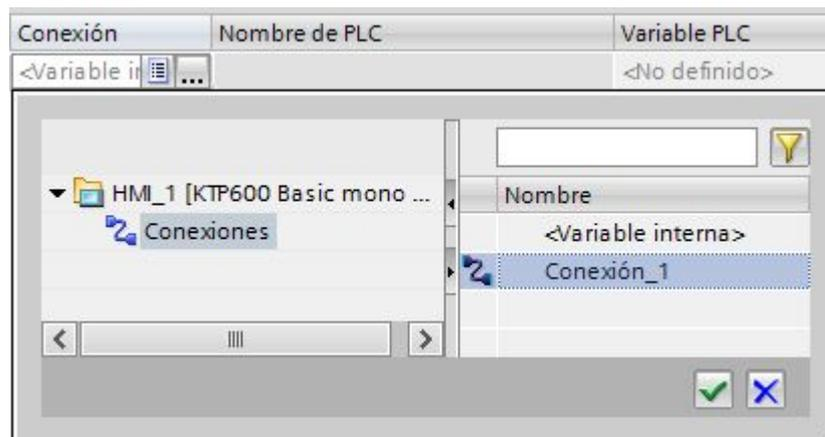

FIGURA 130: Ventana de selección de conexión.
- En conexión desplegar la pestaña, seleccionar conexiones y al lado derecho dar doble clic en conexión_1 (FIGURA 130).